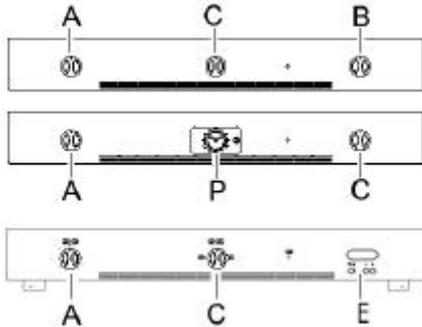

fig. 10
### DESCRIZIONE COMANDI (fig. 10)
### DESCRIEREA COMENZILOR (fig. 10)
- premete leggermente la manopola del termostato A (fig. 10) e ruotarla in senso antiorario in posizione massima. Premere a fondo la manopola A per innescare l'accensione elettrica e tenerla premuta per alcuni secondi affinché il dispositivo di sicurezza si attivi
- apasati usor butonul termostatlui A (fig. 10) si rotiti-l in sens invers acelor de ceasornic pana la pozitia maxima. Apasati butonul A complet pentru a declansa aprinderea electrica si tineti-l apasat pentru cateva secunde pentru a activa mecanismul de siguranta